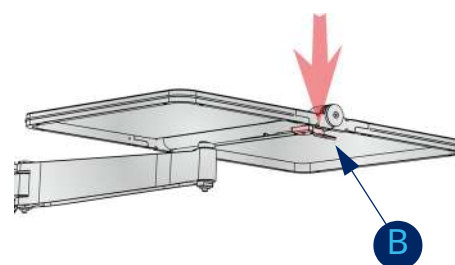

Fig. 10: столик для инструментов вверх/вниз
5. столик для инструментов (рис. 10).